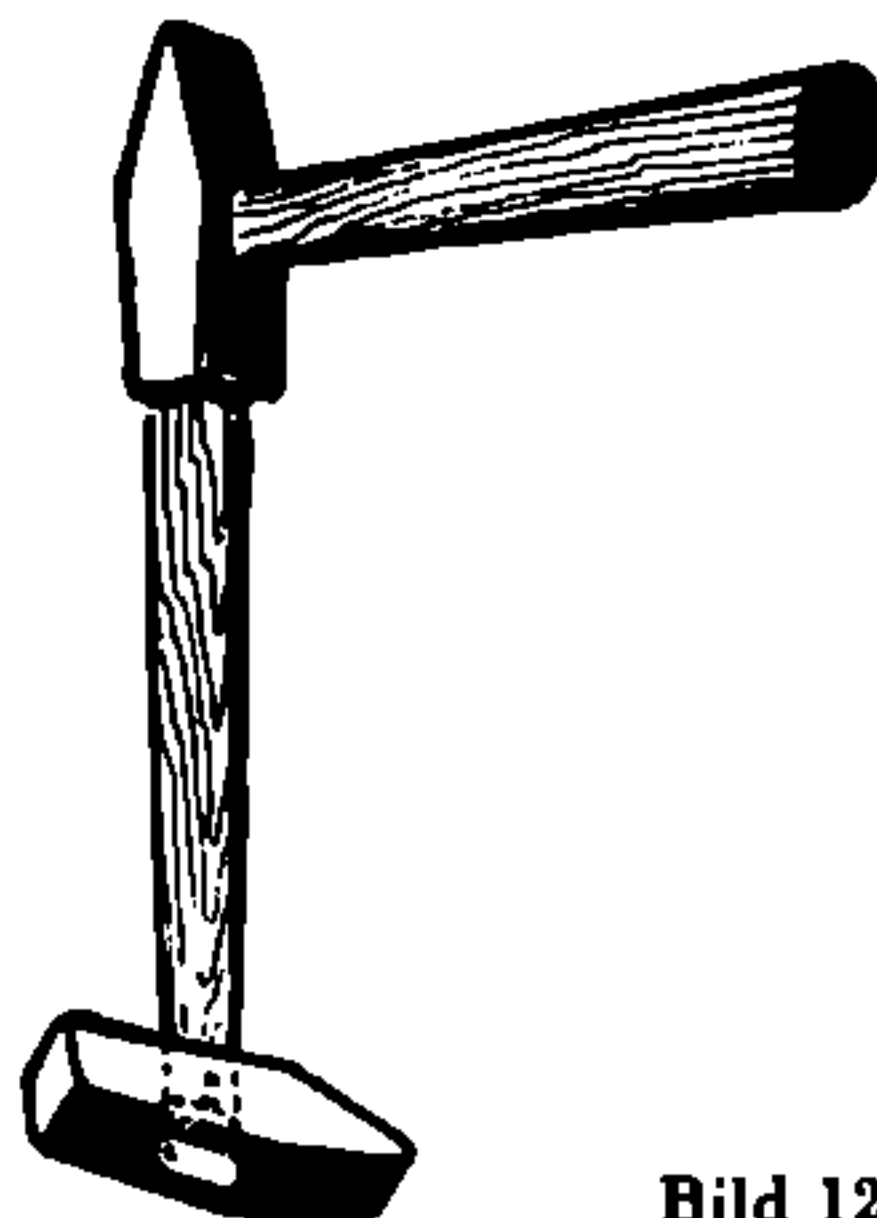

Bild 12
3. Stiel in den Hammer treiben (Bild 12)!